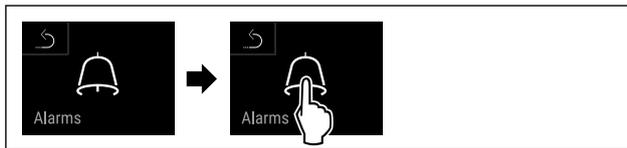

Fig. 150
- ▶ Handlungsschritte (siehe Fig. 150) durchführen.